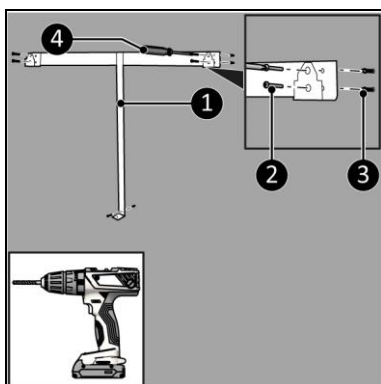

Figura 7
4. Așezați suportul de perete pe (Figura 7, poz. 1) perete și marcați cele cinci găuri
6. Fixați știfturile (Figura 7, poz. 3).
7. Înșurubați și strângeți suporturile de perete (Figura 7, poziția 2) cu cinci șuruburi mari folosind o șurubelniță Phillips (Figura 7, poziția 4).